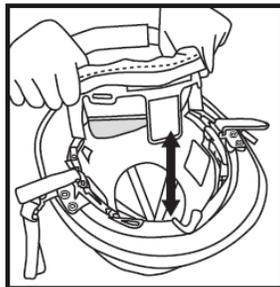

Figura 1
1. Tres grande blanco gancho y pestañas de bucle seguro venda en el trazador de líneas. (**Figura 1**) Estas pestañas Están localizados en el frente y en ambos lados. Los partes de gancho del gancho y el lazo son fijado en el casco en el mismo posiciones.